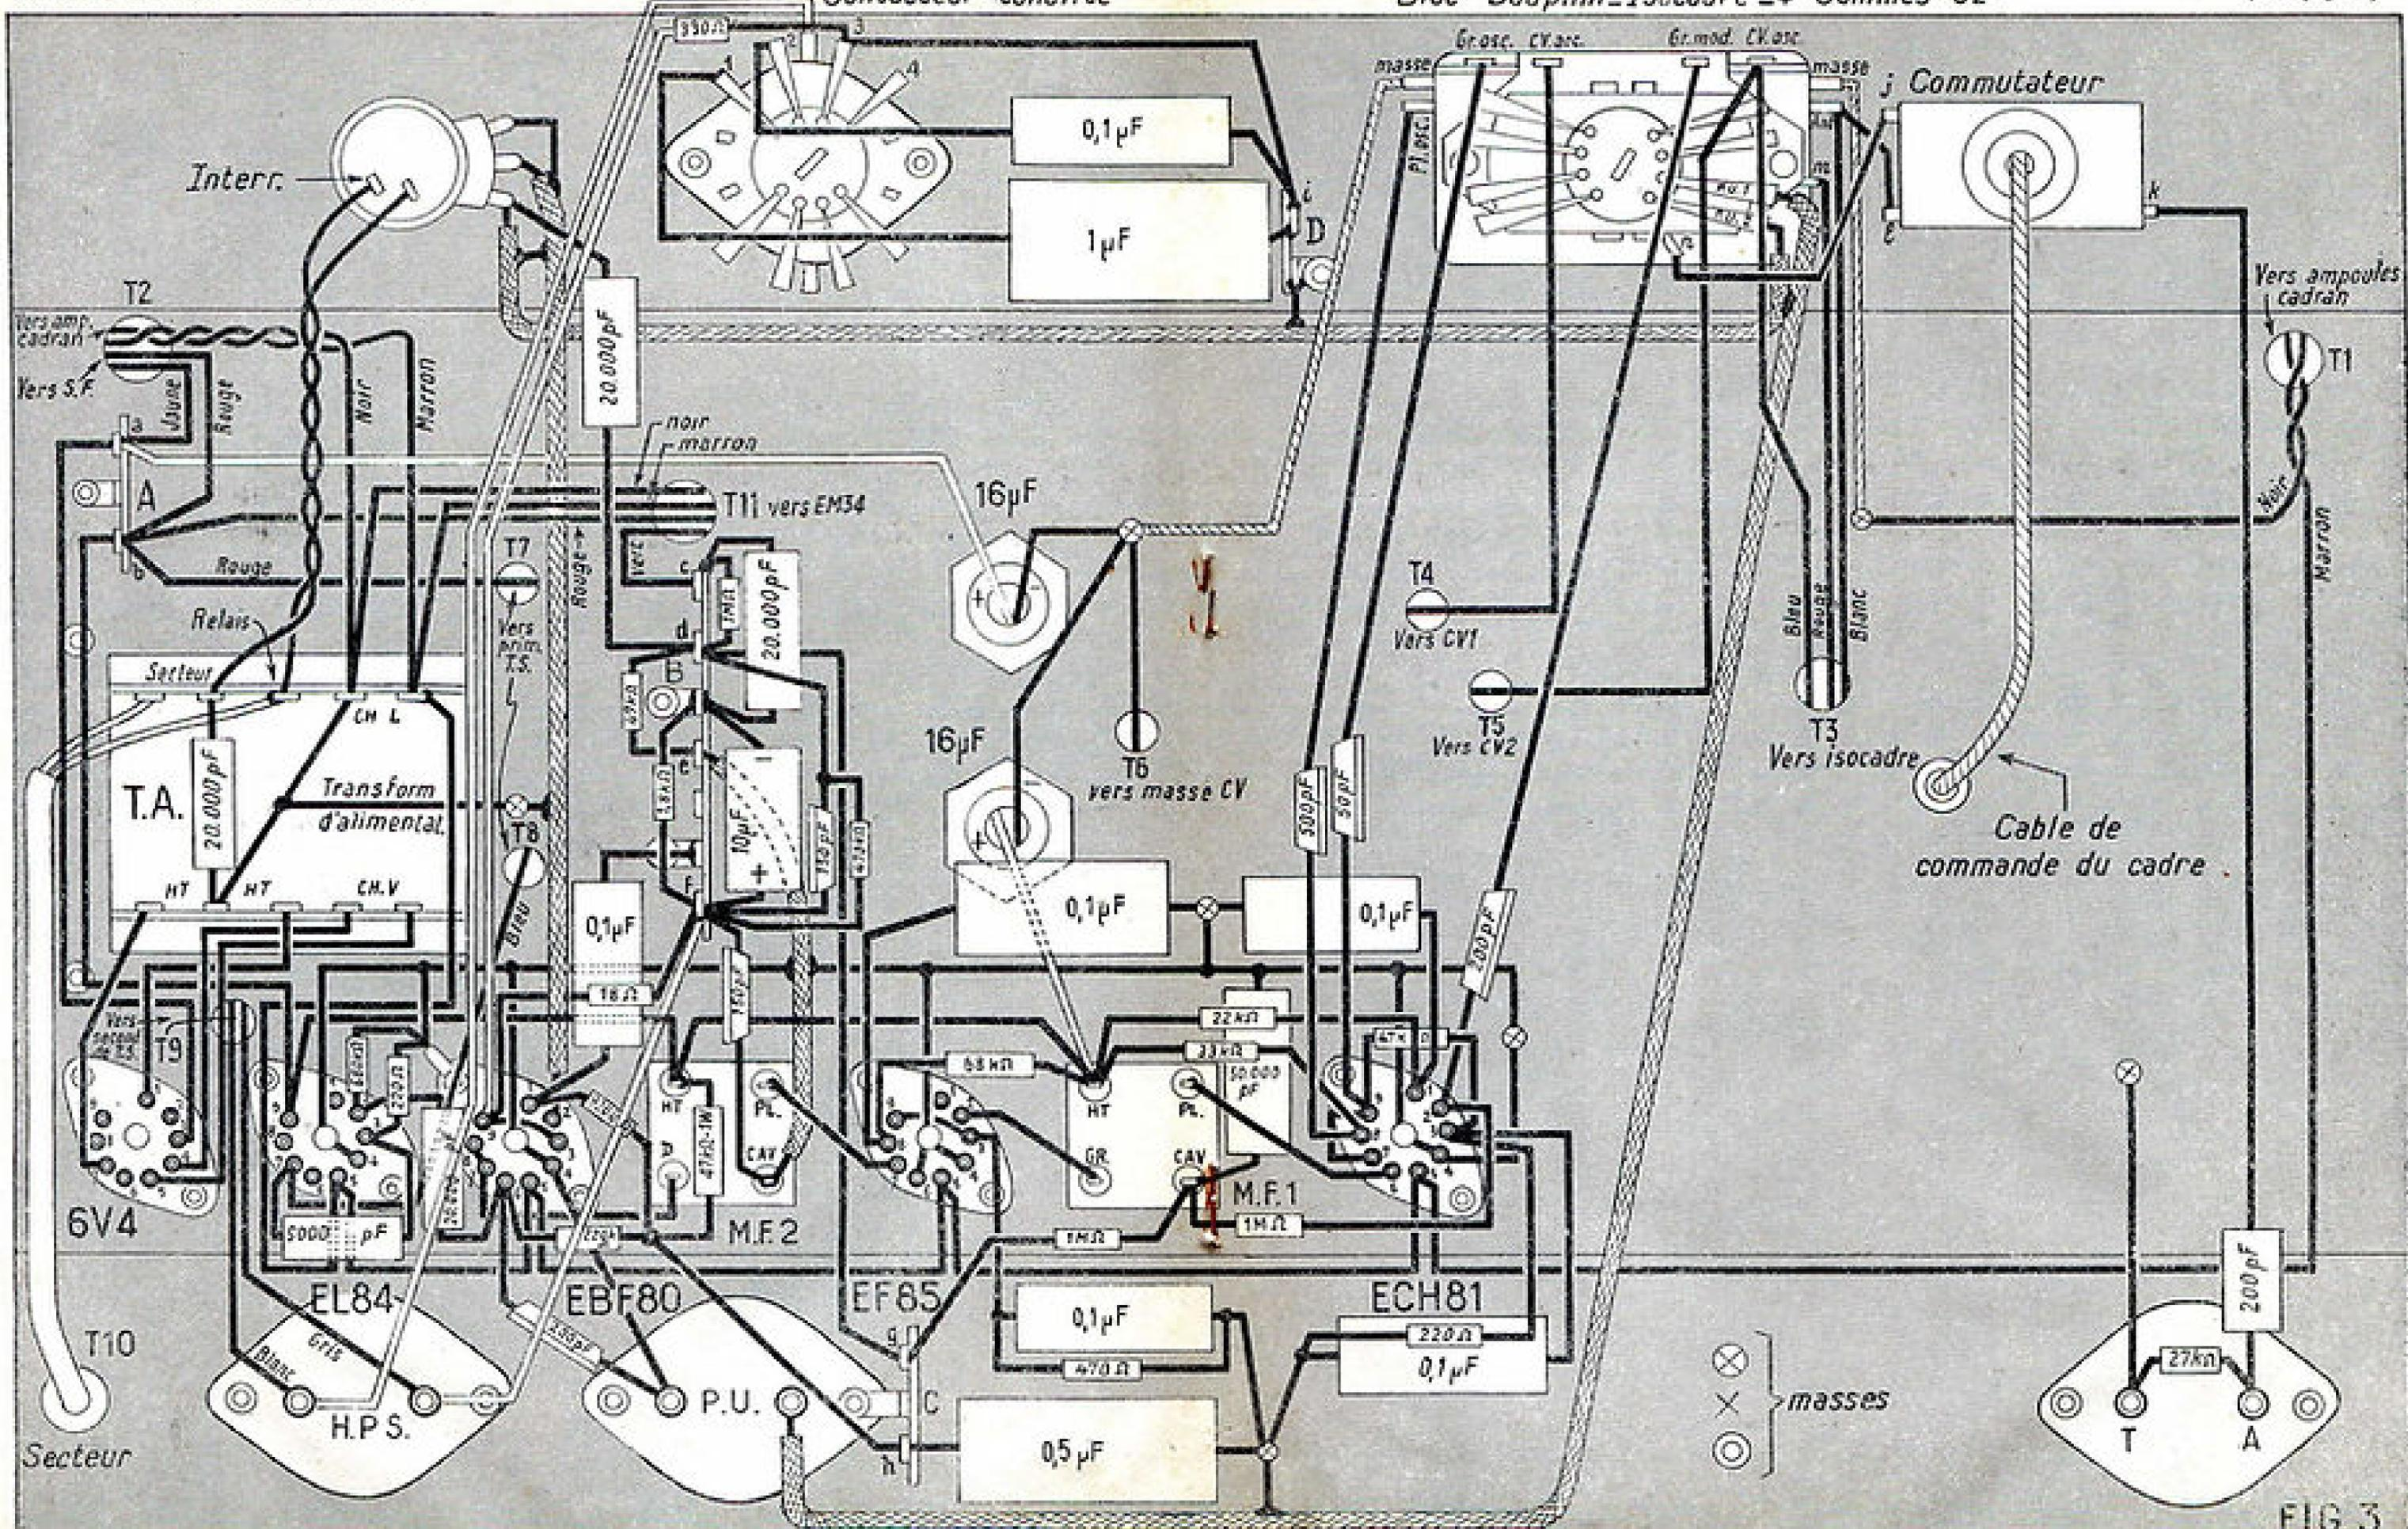
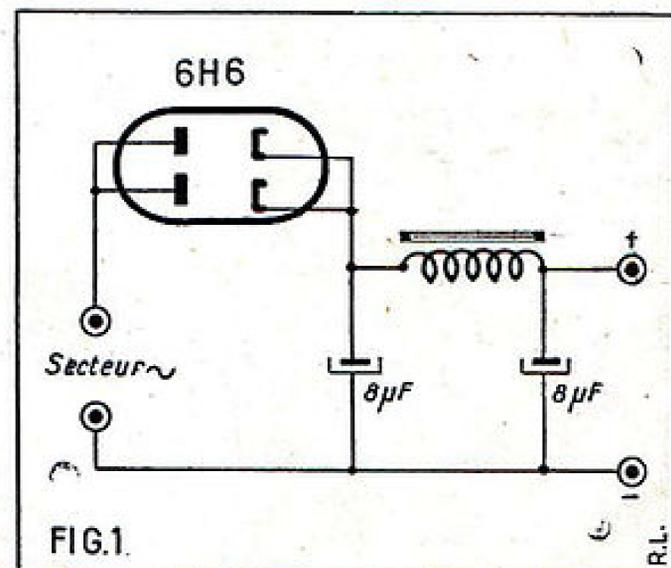
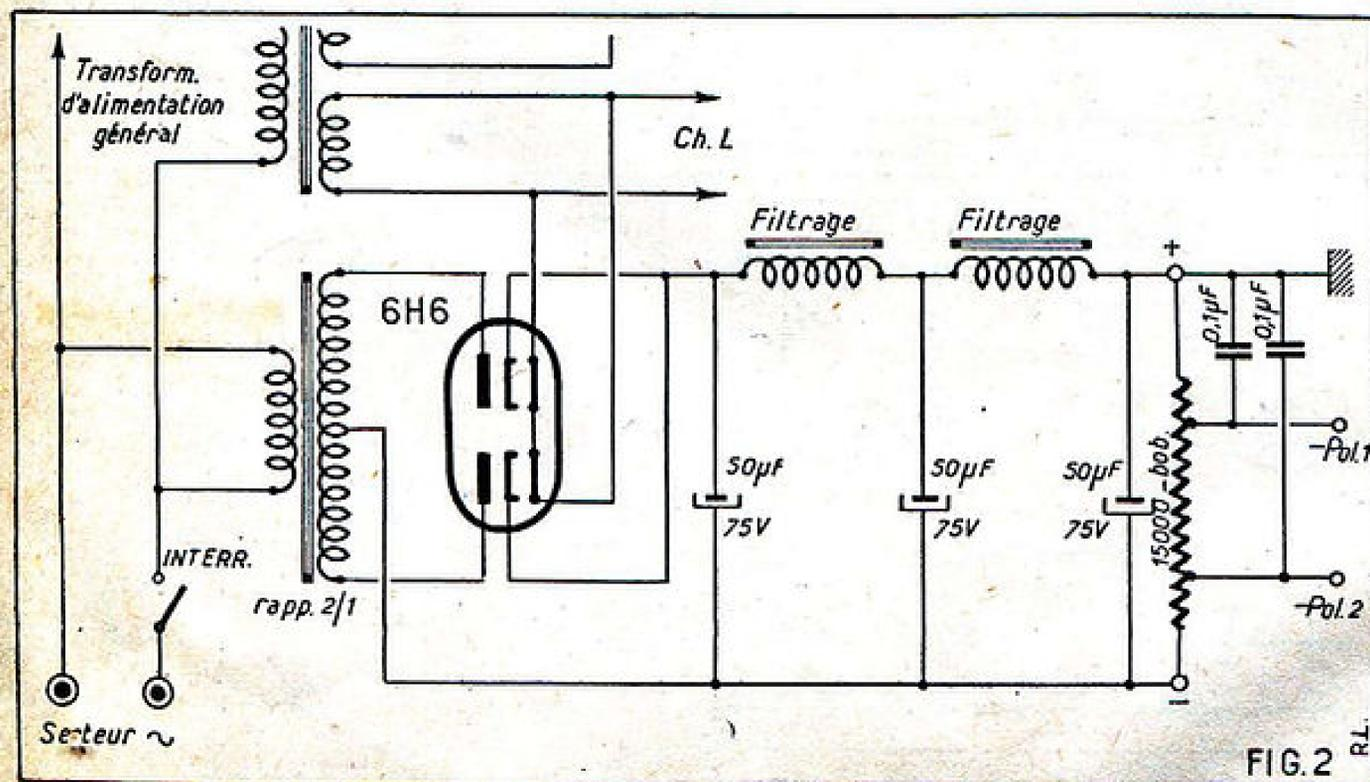

FIG. 3
FIG.1.
FIG.2
- 1 châssis selon figure 3.
Le schéma de la figure 1 constitue une alimentation tous courants susceptible de fournir 8 mA sous 100 V continus et suffit
deux réalisations pratiques du dispositif de la figure 1. Dans le premier cas (fig. 2) le potentiomètre compensé est de 1,3 M Ω au total, avec prise à 300.000 Ω . Dans le cas de la figure 3, le potentiomètre est
La prise (P fig. 1) est réunie à la masse par un circuit comportant un condensateur (C₁) en série avec une résistance (R₁).
Les schémas des figures 2 et 3 montrent
de 500.000 Ω au total avec prise à 50.000 Ω . La valeur des éléments C₁ et R₁ (fig. 1) du circuit correcteur varie suivant la résistance de la prise et suivant l'effet à obtenir, mais son ordre de grandeur reste sensiblement : C₁ = 5.000 à 25.000 pF ; R₁ = 10.000 à 50.000 Ω .